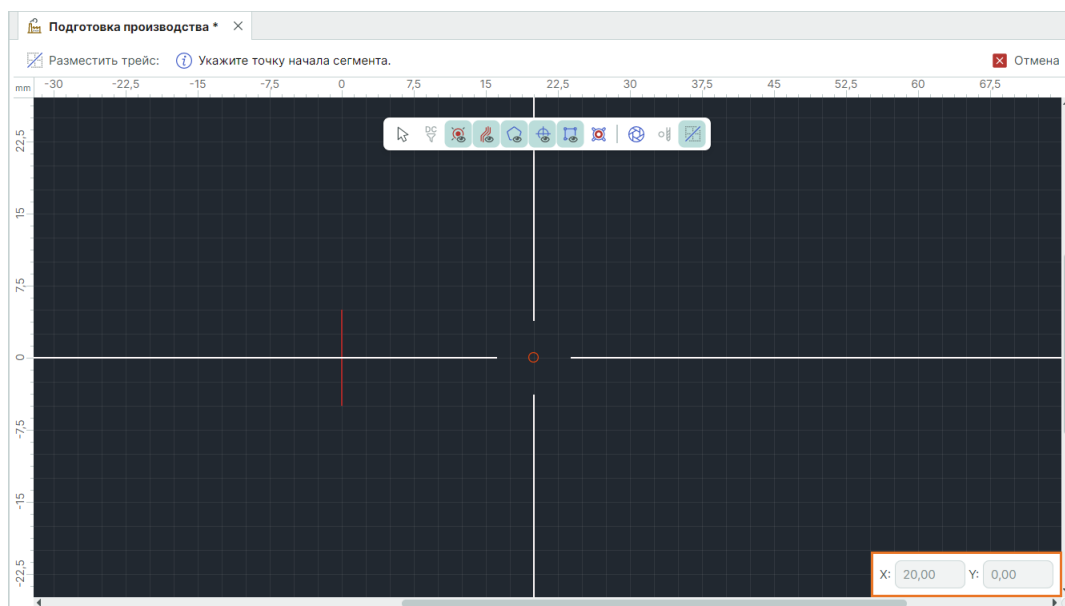

Рис. 201 Ввод координат и перемещение курсора
3. В поля «X» и «Y» введите требуемые координаты. После ввода координат курсор мыши автоматически переместится в заданную позицию (на рисунке для наглядности включено отображение направляющих линий), см. Рис. 201.